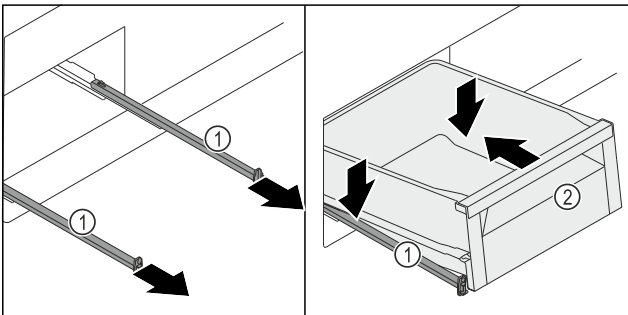

Fig. 119
- ▶ Извлеките направляющие Fig. 119 (1).
- ▶ Удерживая направляющие Fig. 119 (1), установите выдвижной ящик Fig. 119 (2) с небольшим наклоном сверху на направляющие Fig. 119 (1).
- ▶ Установите выдвижной ящик Fig. 119 (2) на направляющие Fig. 119 (1) и задвиньте до конца назад.